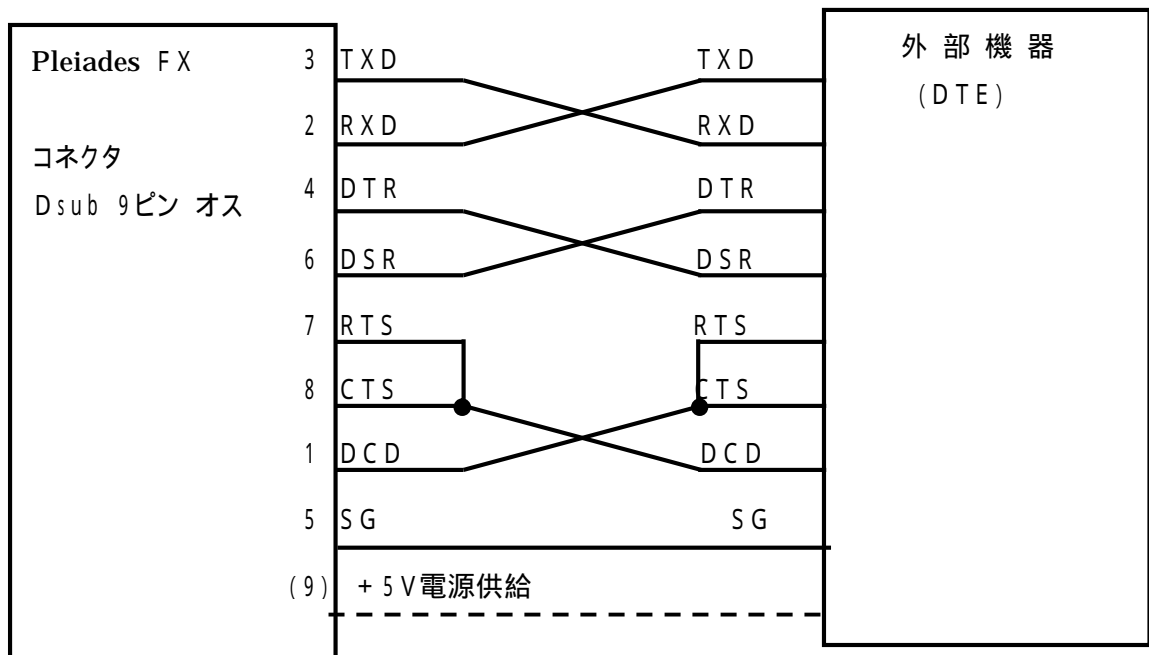

図 3 - 12 PleiadesFXと外部機器とのクロス接続例
- ❗ 本装置にオプション以外のRS - 232Cケーブルを接続する場合、ケーブルにコアを1ターンして、付けてください。コアは図3 - 11のように付けて下さい。コアはSEIWAのE04SR241336Aを推奨します。コアをつけないで使用した場合、電波妨害を引き起こす恐れがあります。
PleiadesFXと外部機器との接続例を、図3 - 12に示します。
(図3 - 2)に挿し込み、固定ネジを締めてください。
PleiadesFXのシリアルポートコネクタCOM1またはCOM2(図3 - 2)にBCR変換ケーブル(Dsub9ピン - DIN8ピン)接続し、そのケーブルの先にBCR - 45Bを接続します。